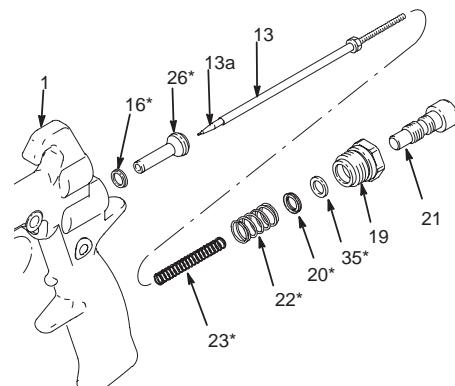
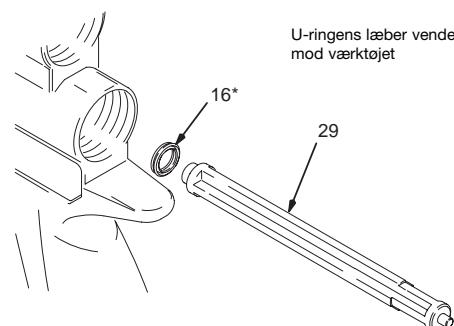
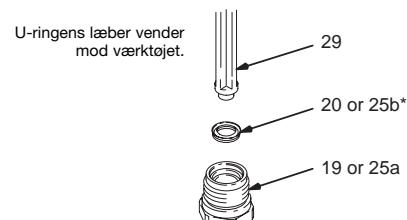

Fig. 26
Fig. 27
Fig. 28
4. Isæt de nye U-ringspakninger (25b) én ad gangen med pakningsisætterværktøjet (29). U-ringens læber skal vende mod værktøjet som vist i fig. 28.
1. Afmonter væskeventilmøtrikken (19), luftventilfjederen (22) og luftventilheneden (26). Kassér luftventilheneden. Se fig. 26.
2. Brug en mekanisk tang til at fjerne U-ringspakningen (16) fra pistolhuset.
3. Placer den nye U-ringspakning (16) på pakningsisætterværktøjet (29) med U-ringens læber vendende mod værktøjet som vist i fig. 27.
4. Skub pakningningen (16) ind i den bageste del af pistolen, indtil der høres et klik.
5. Brug en mekanisk tang til at fjerne U-ringspakningen (20) og afstandsstykket (35) fra væskeventilmøtrikken (19). Pas på ikke at beskadige pakningens overflade og møtrikkens indvendige gevind.
6. Isæt en ny U-ringspakning (20) med pakningsisætterværktøjet (29). U-ringens læber skal vende mod værktøjet som vist i fig. 28. Dette vil gøre det lettere at udøve et jævnt tryk på U-ringens læber og undgå at beskadige dem.
7. Skub U-ringspakningen (20) og afstandsstykket ind i væskeventilmøtrikken (19), indtil der høres et klik.